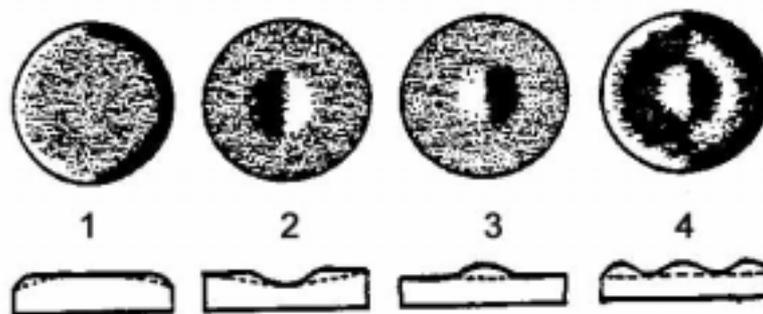
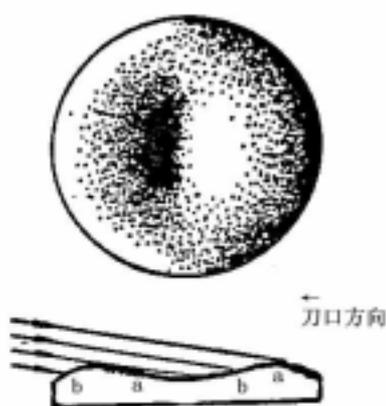

图16
图17
上面是当镜面为精确球面时的情况。如果镜面偏离球面那么就会呈现不同的阴影图样。图16是几种典型镜面缺陷所对应的阴影图样。图的下部是镜面剖面形状的示意图,如果是精确的球面那就以平线表示。通常初学的磨制者最容易产生的镜面毛病是中央低凹,边缘倒塌,图17就是这种阴影图样。
用阴影图来判别面形情况的主要几条规律是:(1)阴影图样可以假想为有一束从刀口相反方向照射在镜面上的掠射光所形成的浮雕形象。如图17中a为阴影区域,b为照亮区域;(2)阴影图上的明暗交界处(或可称为半影部分)是镜面上的最高处或最低凹处;(3)阴影看起来越明显,明暗的对比度越大,表明起伏越大,毛病越严重。根据这些就可以对阴影图作出分析和解释。实际上一个镜面从开始到结束都不出任何缺陷的情况几乎是不存在的。整个抛光过程就是在不断地与出现的毛病作斗争,一直坚持到全部抛光为止。下面将图16中的几种典型缺陷的修正方法说明一下:
A. 倒边或塌边(图16,1)。这是初学者最容易出现的毛病之一,也较费时间和难修正的一种缺陷。较快的修改方法是用修利的小刀把工具中央部分的柏油刮去一些,深度不能太大,宁可工作一段时间后即能自行填平,再看需要作修刮否。不然过久地保持修正作用会造成矫枉过正。在抛光时将镜面的倒边部分偏出到工具边外,让镜面靠近倒边的外带部分多抛掉一些,使最后的面形成为图中虚线所示的剖面。这样倒边就得到了修正,但曲率半径会增加一些。另一种解决方法是当有倒边的镜面在使用时放上一个光栏把倒边部分档去。办法很简单,只是望远镜的口径就变小了。
B. 中央低凹(图16,2)。这也是较常见的毛病,如果低凹的范围较大,实际上也可以看成为较宽的倒边,因此也可以用相似的修改办法。将抛光工具中央与镜面上凹区相对应部分用小刀刮去一些,用稍长的动程抛光。所不同的是修改后镜面的曲率半径将会缩短一些。
C. 中央凸起 (图16, 3)。这种毛病修正比较容易, 只需加长抛光的动程或采用偏心的动程不难消除掉。但需注意不能操之过急, 因为镜面中心的面积较小, 抛去的速度较快, 不小心就会修过头, 变成中心低凹。
D. 复杂的面形误差 (图16, 4)。这种毛病大都是工具符合不好所造成的, 可以采用均匀抛光动程。每工作一段时间就把工具加热压合一下再继续抛光, 使其趋向均匀或向单纯的缺陷方向发展, 然后针对性地采取修刮或改变动程来进行修正。有时在阴影检验中发现镜面看起来显得很粗糙, 有些像桔皮或饼干表面模样, 这是由于细磨结束时的细度不够或抛光柏油太软等原因造成的。这就需要返工细磨或换用硬度较大的柏油重做抛光工具, 出较费时。所以我们宁可每一步都做得比较细致一点, 不要急于求成。另外也不要再在工具还没有冷却和符合不好情况下就用很大劲进行抛光。